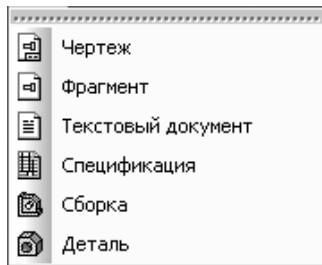

Рис. 7.62. Всплывающее меню кнопки **Создать** на панели инструментов **Стандартная**
- щелкните на панели инструментов **Стандартная** по стрелке, направленной вниз и расположенной правее кнопки – **Создать**. Появится всплывающее меню, показанное на рис. 7.62;